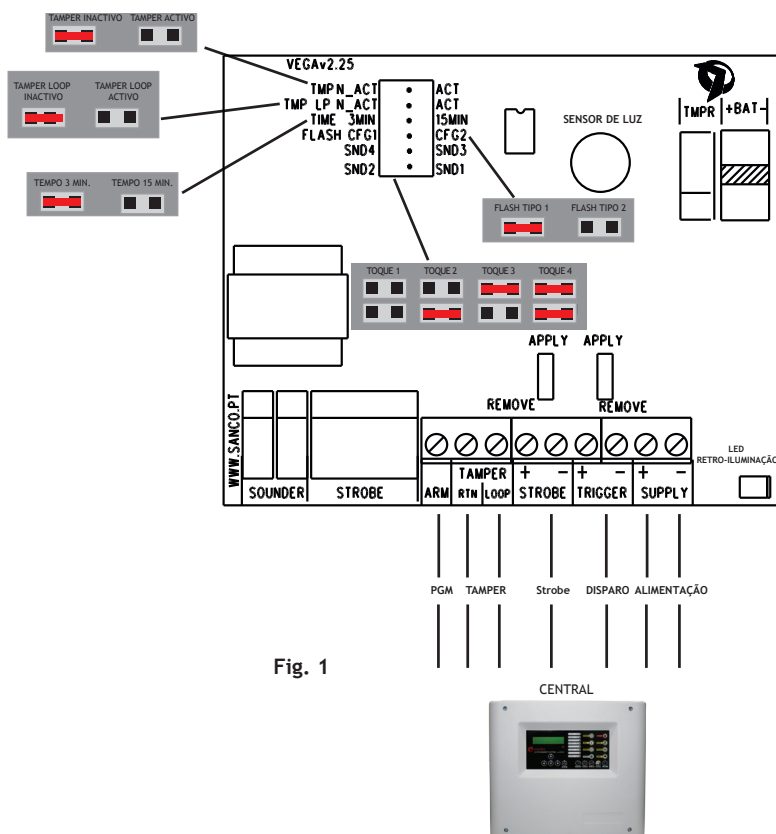

Fig. 1
- Efectue as conexões ao terminal de ligações de acordo com o esquema da fig.1 (ver pág. 3);